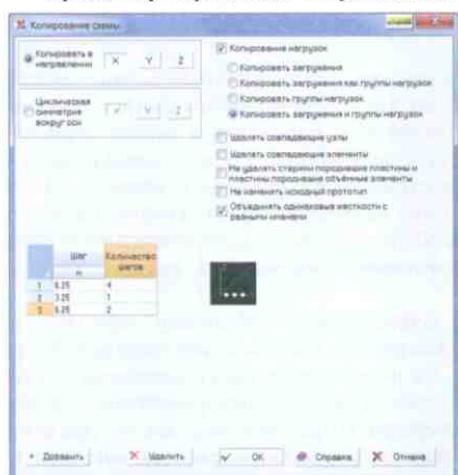

Рис. 5.14-1. Диалоговое окно
Управление режимом копирования выполняется в диалоговом окне (рис. 5.14-1) **Копирование схемы**, в котором устанавливается направление копирования — по прямой вдоль осей общей системы координат или по дуге окружности вокруг заданной оси (ось вращения проходит через начало общей системы координат). В обоих случаях задаются шаги повторений прототипа и количество повторений для каждого шага, а также назначаются правила «обслуживания» копии. При копировании по дуге в качестве шага вводится центральный угол.
- в диалоговом окне **Копирование схемы** (рис. 5.14-1) назначить параметры копирования, правила обслуживания копий и нажать кнопку **OK**;